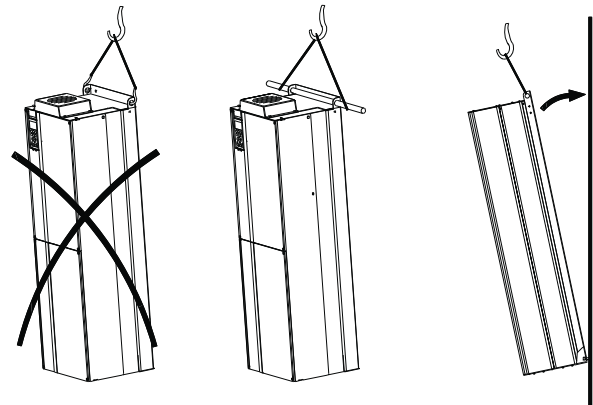

Fig. 2 Méthode de levage recommandée
Toujours lever le CUE par les orifices de levage. Utiliser une barre pour éviter de courber les orifices de levage. Voir fig. 2.
3. Mettre les vis en bas, visser sans serrer. Soulever le CUE et le poser sur les vis. Poser le CUE contre le mur et mettre les vis en haut. Serrer les quatre vis. Voir fig. 2.